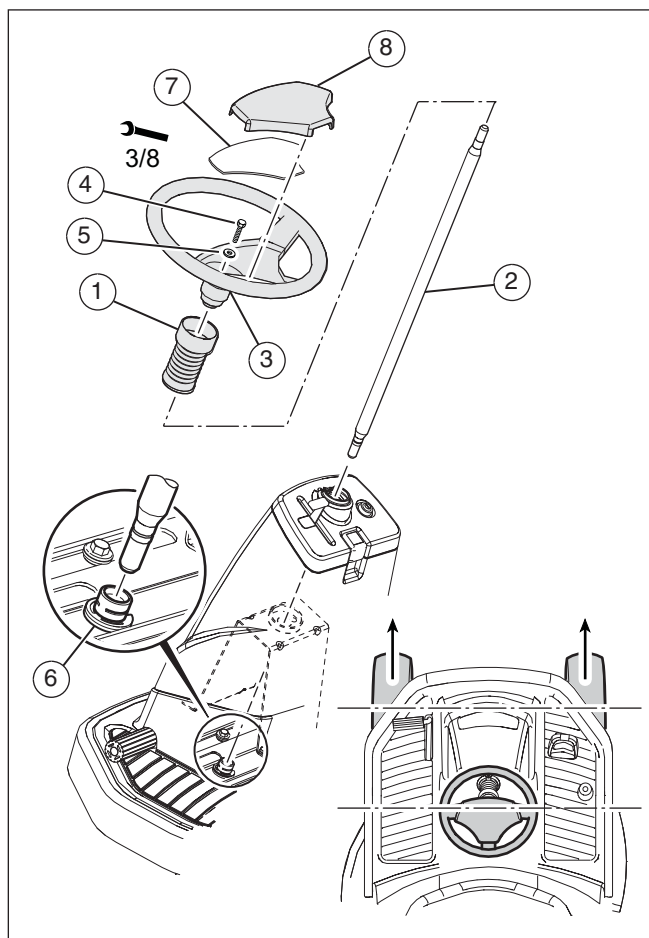

Figure 3
1. Assurez-vous que les roues avant soient orientées vers l'avant comme indiqué sur la **Figure 3**.
2. Glissez les soufflets (1, **Figure 3**) sur la console.
3. Glissez le montant de direction (2) dans la console.